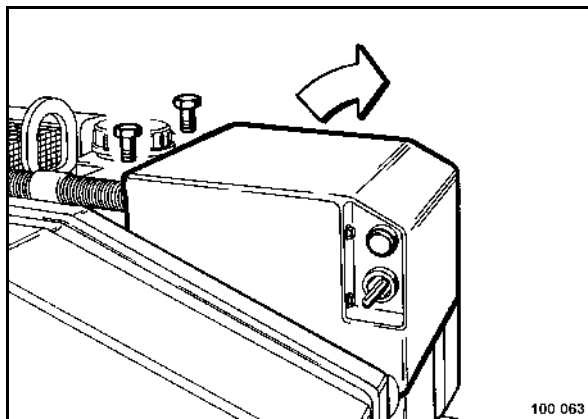

fig. 78
- Ouvrir le capot du caisson de la batterie (fig. 78).